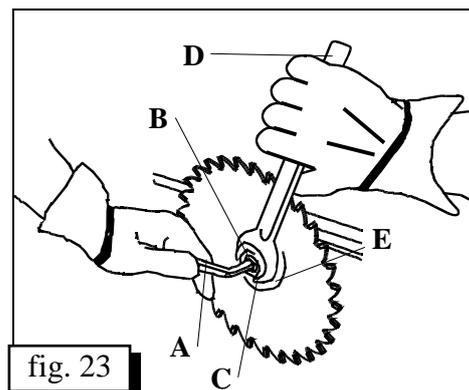

fig. 23
- Bloquez l'arbre **B** (fig. 23) à l'aide de la clé six pans **A** /S=10/ et dévissez l'écrou **C** /filetage à droite/ à l'aide de clé - fourche **D** /S=36/.